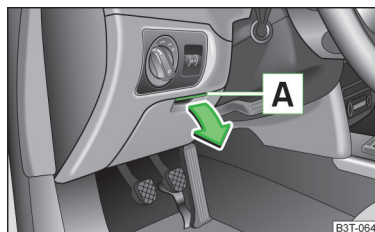

Fig. 80
- Levante el tirador [A] » fig. 80 y abra el compartimento en el sentido de la flecha.